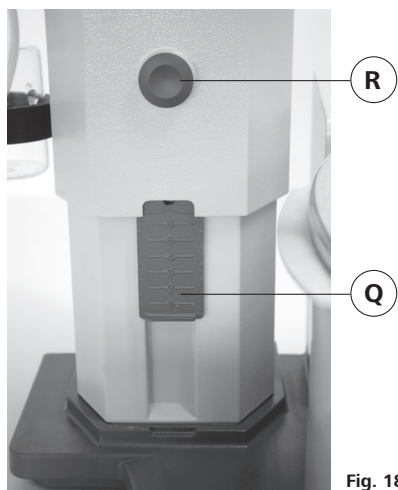

Fig. 18
- ☞ Zur Verstellung des Anschlagelementes (Q) drücken Sie den zentralen Knopf (R) an der Liftvorderseite (Fig. 18).